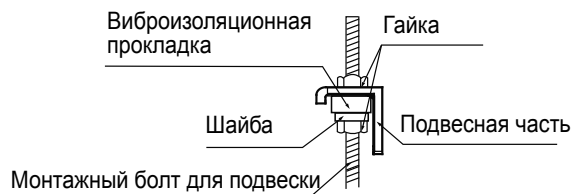

Рис. 4.9
- Установите внутренний блок на подвесные монтажные болты с помощью блока. Для предотвращения утечек установите внутренний блок горизонтально с помощью уровня (см. рис. 4.9).